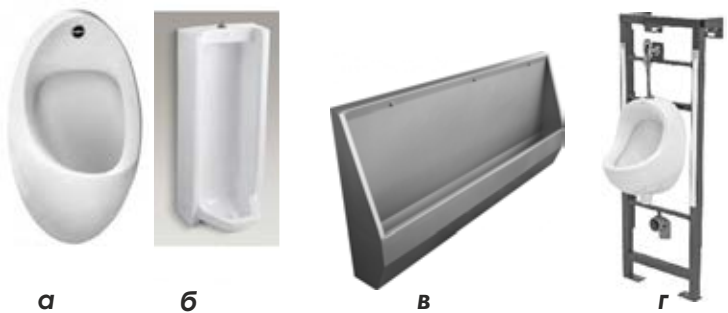

Рис. 35 - Пісуари:
**Пісуари** (рис. 35) встановлюють в чоловічих туалетах громадських, промислових та лікувальних будинках. Вони бувають настінні, надпідлогові, лоткові. Забруднення з пісуарів мають швидко видалятися, оскільки вони здатні утворювати осад, що призводить до заростання